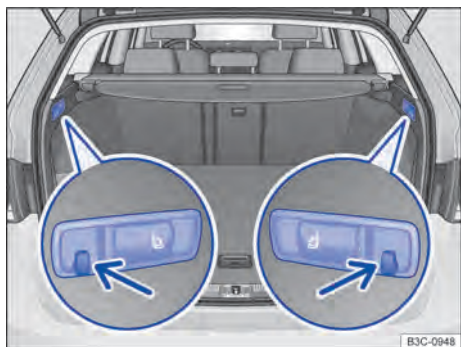

Fig. 118 No compartimento de bagagem: ganchos para sacolas (setas).
- Pendurar sacolas em um dos ganchos para sacolas ⇒ Fig. 118 (seta).
- Prender as cintas de fixação centrais da rede para bagagem com os olhais nos ganchos para sacolas ⇒ Fig. 118. O zíper da rede para bagagem deve estar voltado para cima.